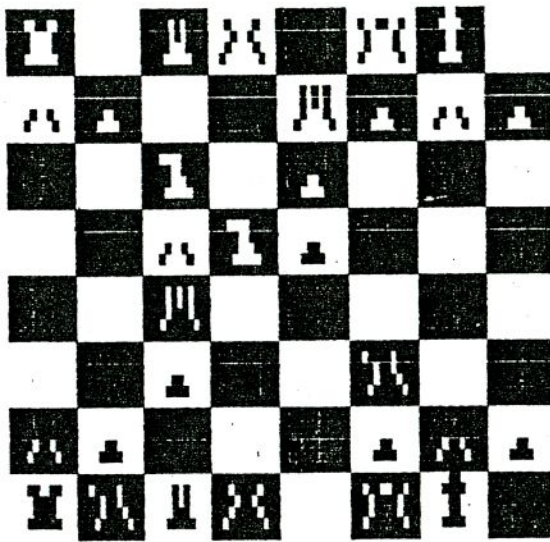
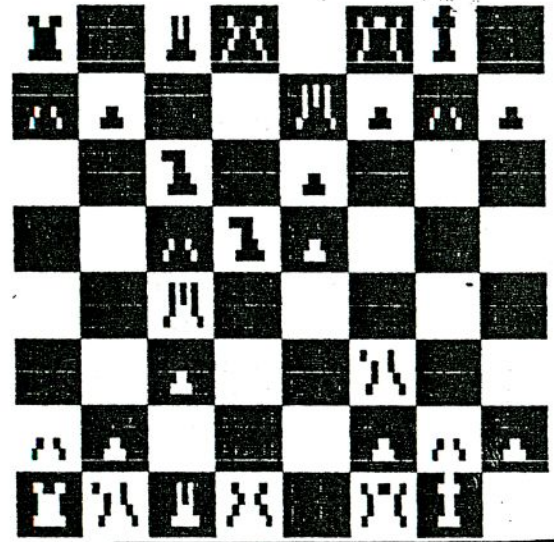

Bild 1
Bild 2
schalten der Invertierung durch POKE (Flag1),0. Die invertierte, jetzt farbrichtige Wiedergabe von Bild 1 zeigt Bild 2. Es werden nur Grafikzeichen mit ASCII Werten die größer oder gleich 128 sind invertiert. Mit Space erzeugte Leerfelder bleiben im Ausdruck weiß. Dies geschieht, um Schriftfelder unverändert zu lassen. Um einen schwarzen Block zu erzeugen muß also bei inverser Darstellung das Leerzeichen 128 statt Space (32) verwendet werden.